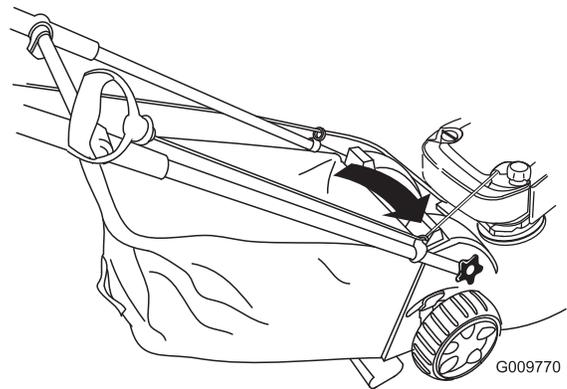

Figure 31
1. Faites passer le câble du lanceur autour du guide inférieur (Figure 31).